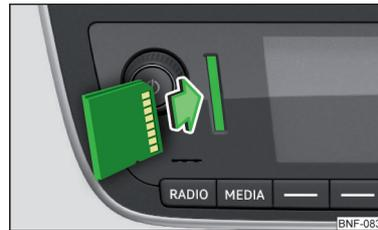

Fig. 107
- ▶ **Introducir** la tarjeta SD en la ranura en el sentido de la flecha con la esquina cortada y ajustada hacia arriba hasta que "enclave" » **fig. 107**.